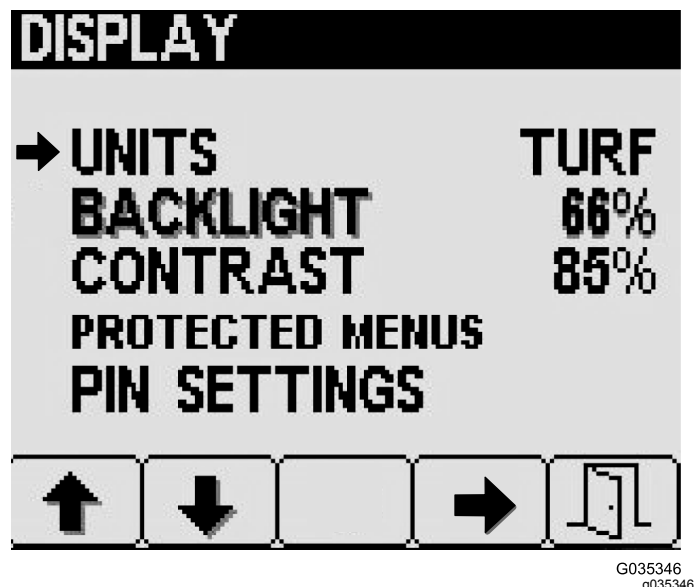

图27
2. 在 Display 显示菜单屏幕按 1 号按钮或 2 号按钮导航至 Units 单位选项然后按 4 号按钮选择 Units 单位 图27。